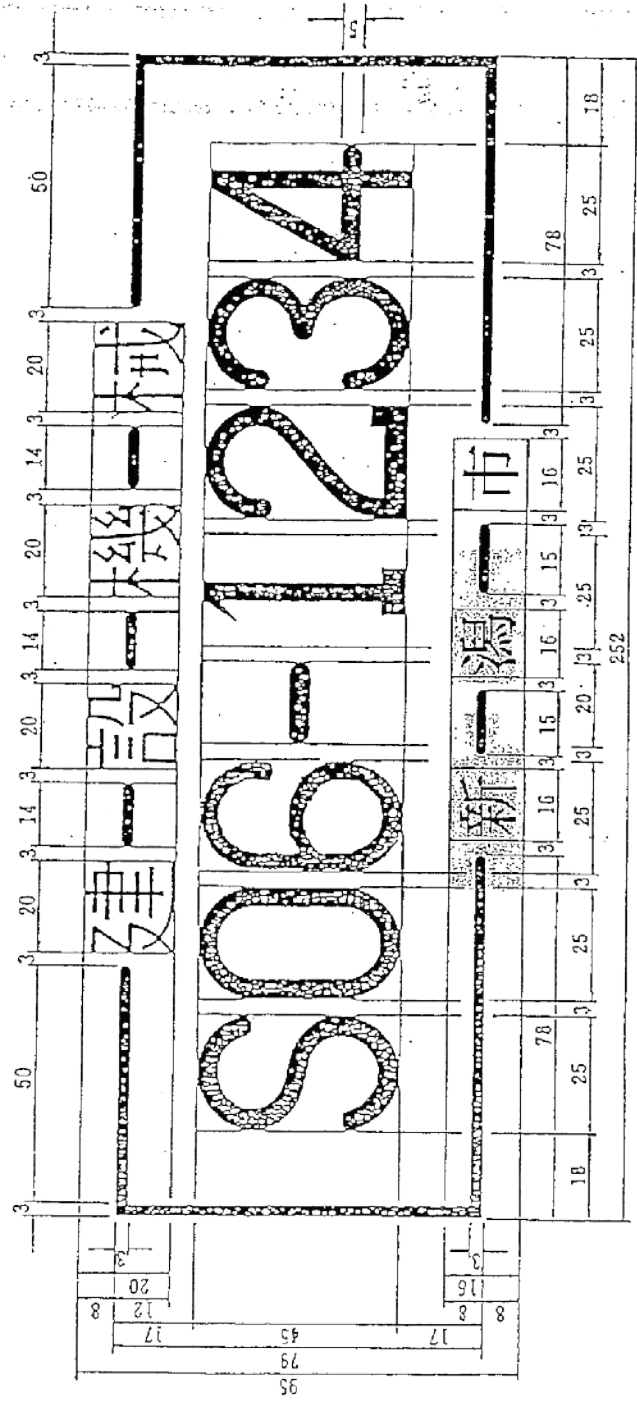

図4 雪寒機械の管理番号寸法図
2. 建設機械管理番号を、「図4-雪寒機械の管理番号寸法図」をもって、車両運転席の両側面及び除雪装置に表示する。